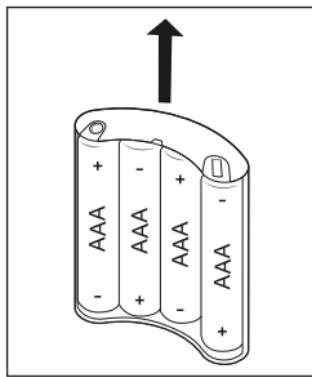

Afb. 1
2. Draai het hoofdapparaat 7 ondersteboven om bij de sluiting van het batterijvak 13 te kunnen komen. Draai de sluiting van het batterijvak 13 tegen de wijzers van de klok in, in de richting van **open** , tot de sluiting van het batterijvak 13 kan worden afgenoemd (zie afb. 1).